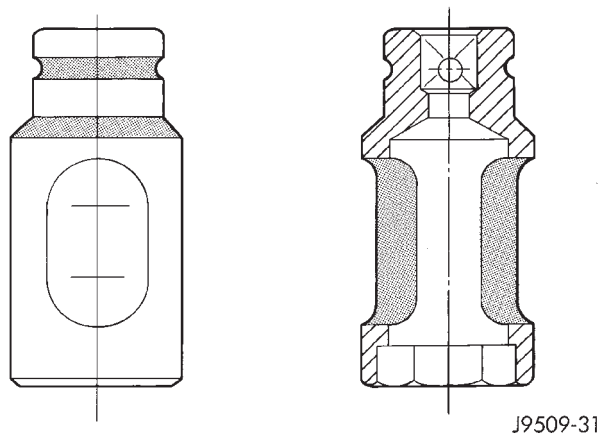

Fig. 41 Ferramenta VM.1012 do Injetor de Combustível
(26) Remova os injetores de combustível com a ferramenta VM.1012 (Fig. 41). Consulte o Grupo 14, "Sistema de Combustível", para obter os procedimentos.